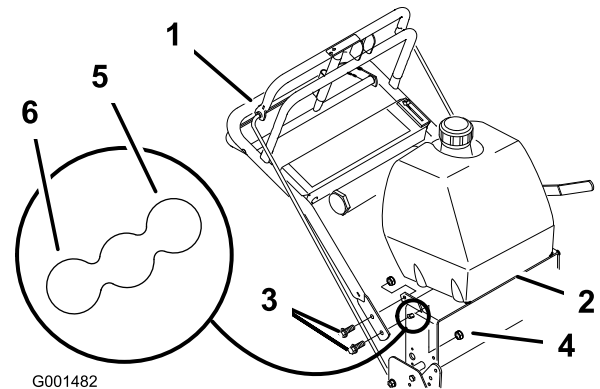

Figura 21
- Afije los pernos con arandela prensada superiores (3/8 x 1-1/4 pulg.) y la tuerca con arandela prensada que sujetan el manillar al bastidor trasero (Figura 21).
- Retire los pernos con arandela prensada inferiores (3/8 x 1 pulg.) y las tuercas con arandela prensada que sujetan el manillar al bastidor trasero (Figura 21).